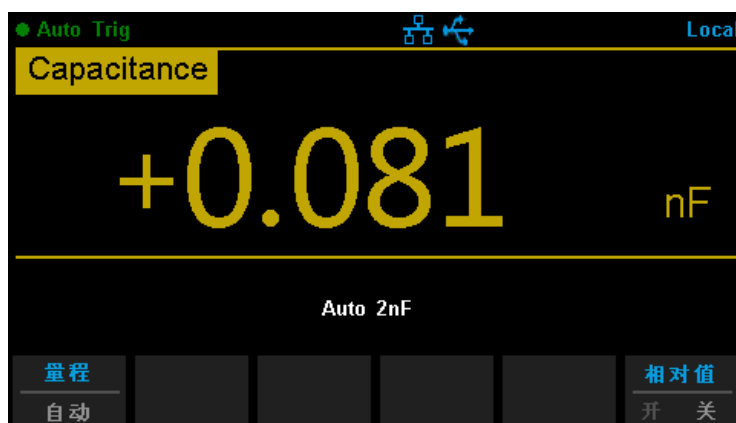

图 2-17 电容测量界面
1. 按前面板的  键，进入电容测量界面，如图 2-17 所示。